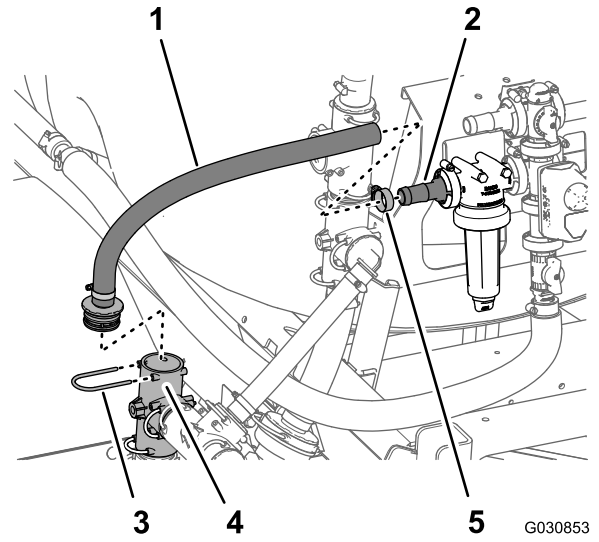

图 104
1. 使用在 拆下搅拌阀、球阀和软管 \(页码 27\) 的步骤 3 中卸下的卡环将供水软管 1 x 23-1/8 英寸端部直通宝塔接头的套筒固定至打药泵图 104 出水口的 T 形接头上。
2. 将带直通宝塔接头的供水软管 1 x 23 $\frac{1}{8}$ 英寸安装到滤头内的直通宝塔接头上图 104。